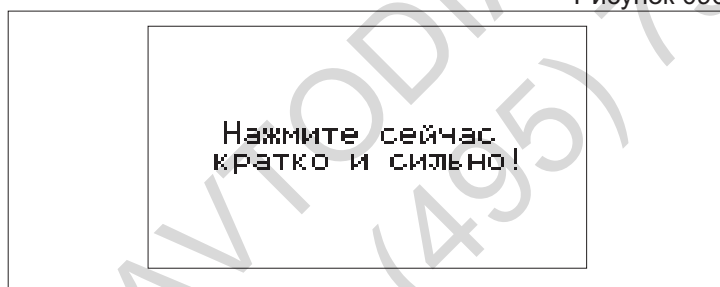

Рисунок 097
**8.5 Тест амортизаторов****(Рисунок 097)**